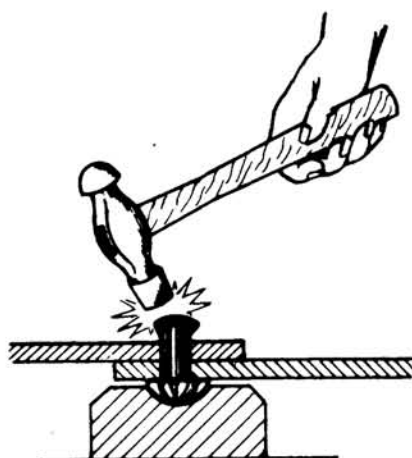

Fig. 5
- e Golpee suavemente los bordes de la punta del roblón para iniciar la formación de la cabeza (fig. 5).